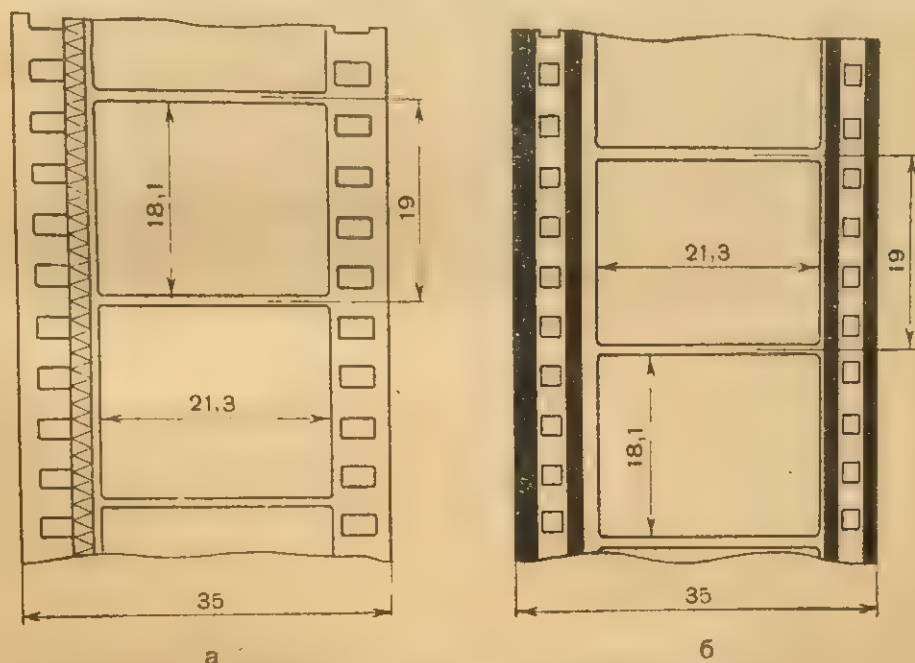

Рис. 2. Широкоэкранный 35-мм кинофильм:
**Широкоэкранные**, выпускаемые с 1952 г. В отличие от обычных 35-мм кинофильмов с соотношением сторон кадра  $1 : 1,37$ , широкоэкранные фильмы снимают с измененным, увеличенным в ширину кадром, причем в зависимости от выбранной системы съемки и показа фильмов соотношение сторон кадра меняется от  $1 : 1,65$  до  $1 : 2,55$  (рис. 2).